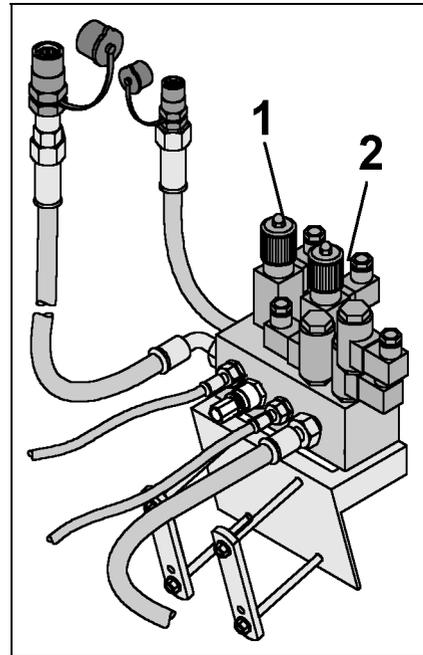

Fig. 43
- Fig. 43/1: Nothandbetätigung linker Streuscheiben-Motor (in Fahrtrichtung gesehen).
- Fig. 43/2. Nothandbetätigung rechter Streuscheiben-Motor